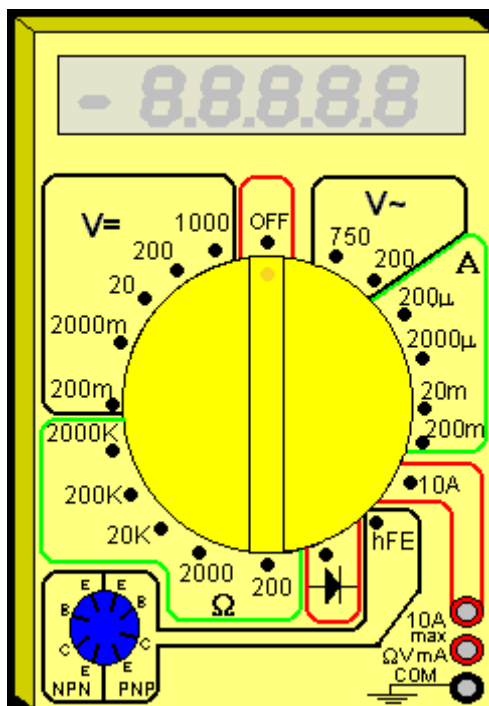

Fig. 1
8.1 Observer la figure 1 de la page suivante, puis **cocher** la fonction à utiliser.
11.1 **Observer** la figure 1 page DQR 12/22, puis **cocher** la fonction à utiliser. .../1